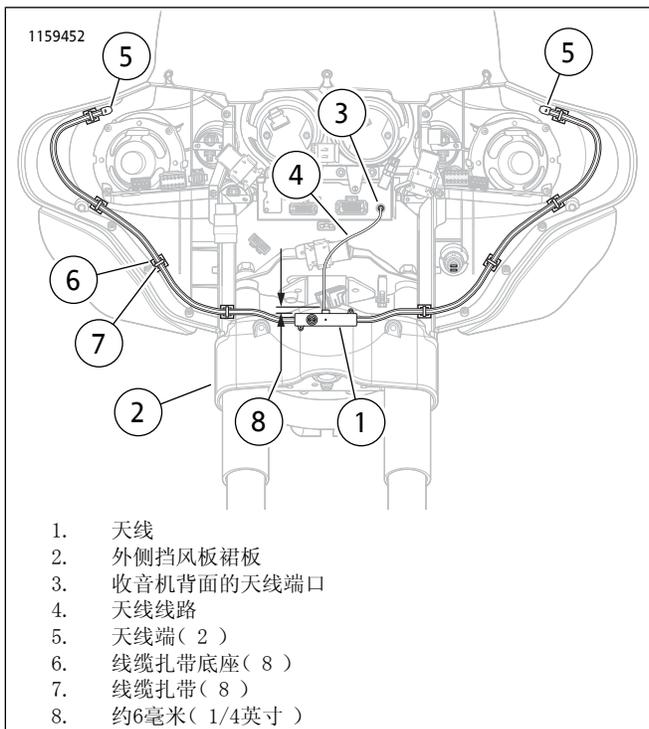
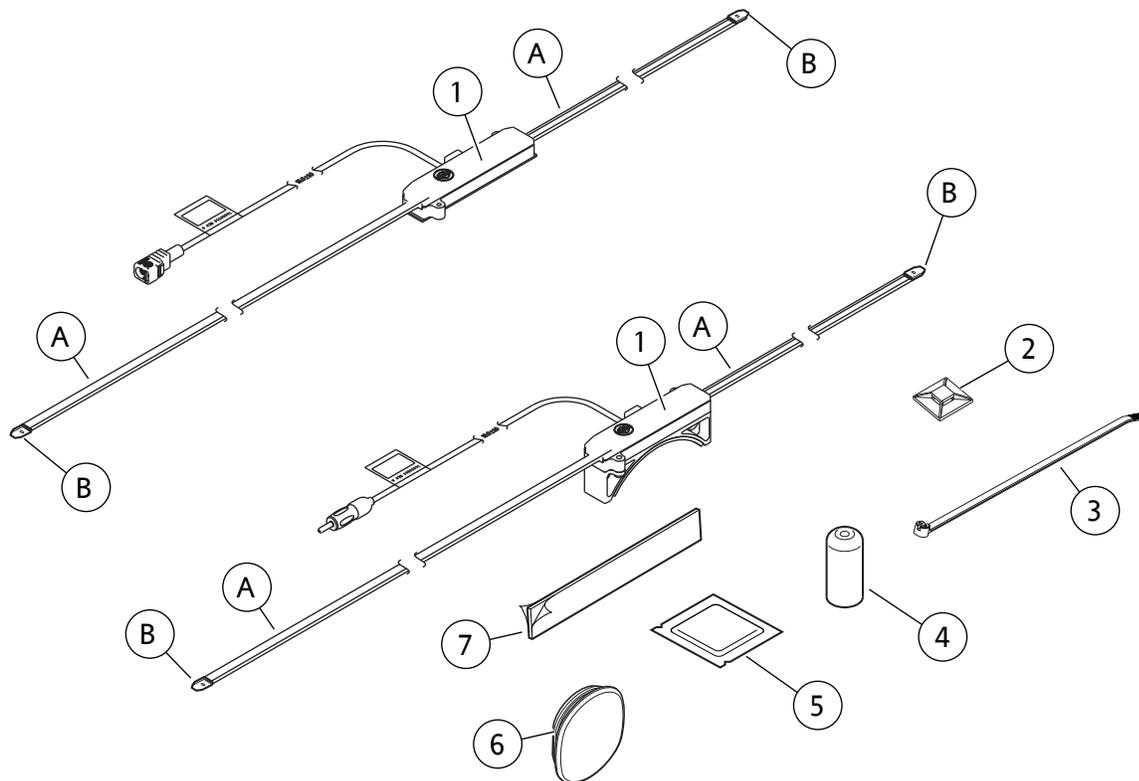

图5. 布设天线元件(带有标准前灯的FLHT车型)
图8。维修零件：Boom! Audio隐藏式天线套件
1. 参见图1或图2。使用酒精清洁包(参见图8：项目5)清洁挡风玻璃通风口下方的天线安装表面。按照正确插图所示安装天线。
5. 粘贴线缆扎带底座(6)之前，使用酒精清洁包(参见图8：项目5)清洁线缆扎带底座(6)安装表面。
6. 参见图8。FLHX车型：从后挡板装饰条上的天线通孔拆下套环。安装套件中的孔塞(6)。所有车型：从车辆后部拆下OE AM/FM天线杆。在天线基座上安装天线螺纹保护盖(4)。
1. 参见图5。从套件中取出天线(1)和酒精清洁包(参见图8：项目5)。
3. 使用酒精清洁包(参见图8:项目5)清洁裙板安装区域。待其完全晾干。
4. 去掉安装楔上泡沫胶带(参见图8:项目7)的背胶衬垫。
1. 参见图8。从套件中取出的天线(1)、泡沫胶带(7)和酒精清洁包(5)。
4. 参见图5。按照图示抵住内侧挡风板内侧试装天线(1)。
5. 使用酒精清洁包(参见图8:项目5)清洁内侧挡风板安装区域和天线安装区域。待其完全晾干。
6. 去掉泡沫胶带(参见图8:项目7)一侧的背胶衬垫。将胶带固定至天线。
7. 参见图6。去掉泡沫胶带(参见图8:项目7)另一侧的背胶衬垫。
5. 使用酒精清洁包(参见图8:项目5)清洁挡风板安装架(2)安装区域和天线(1)安装区域。待其完全晾干。
7. 去掉泡沫胶带(参见图8:项目7)另一侧的背胶衬垫。